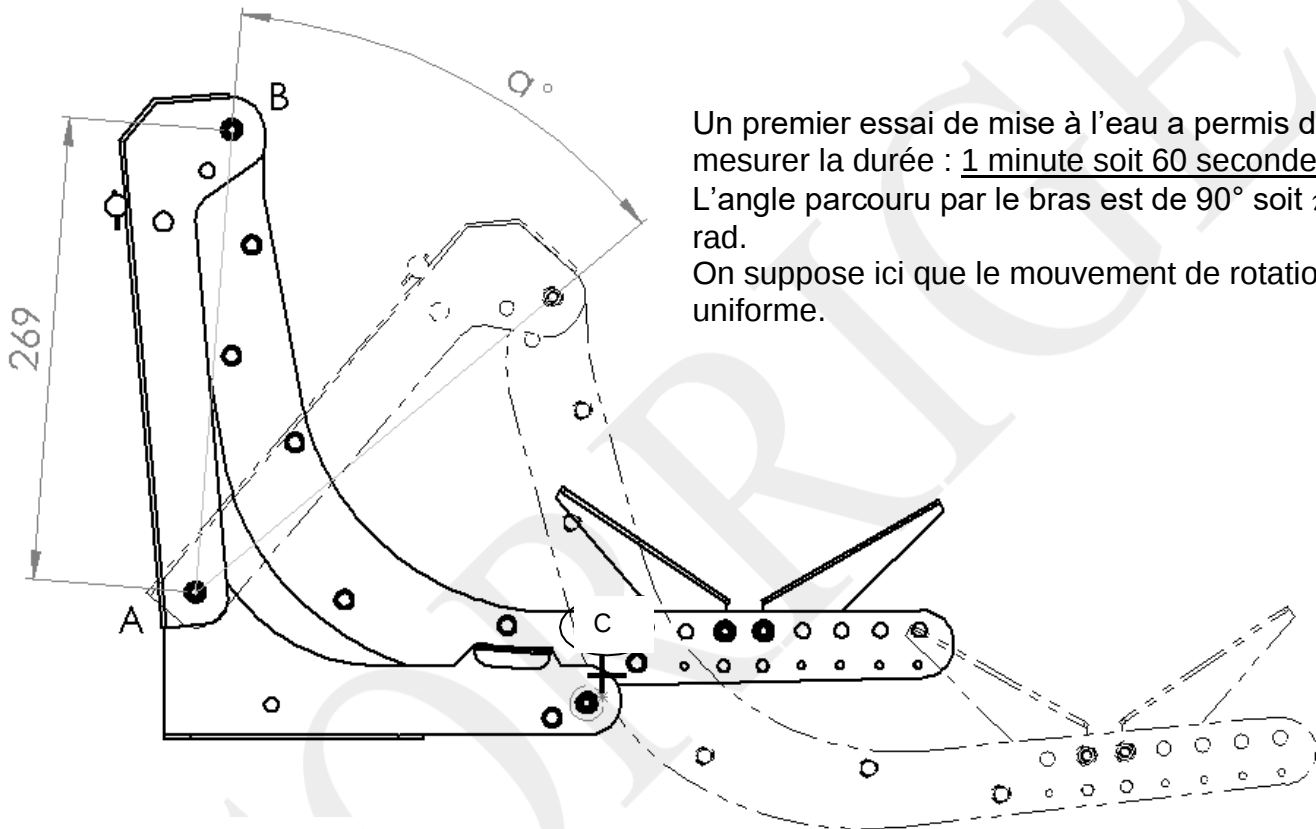

Figure 1
7.1 - Sachant que le contact entre le galet **rep.6** et le bras support de jet **rep.10** est du type cylindre/plan, tracer la normale au contact (support de la force C6/10) sur la figure 1 ci-dessous :